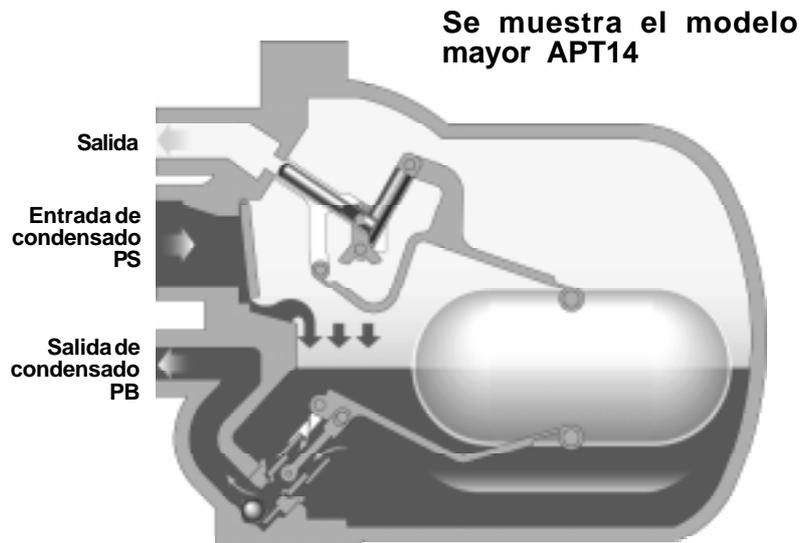

Fig. 4
Paso 1 (Fig. 4)
La bomba purgador automática APT10 funciona según un principio de desplazamiento positivo. El condensado entra al cuerpo por la válvula de retención de clapeta de entrada, haciendo elevar el flotador. El flotador está conectado al mecanismo de purga por medio de un pivote multi-articulado. Si la presión del sistema aguas arriba PS es suficiente para vencer la contrapresión PB (Fig. 4), el condensado acumulado se descargará a través del mecanismo de purga de dos etapas.